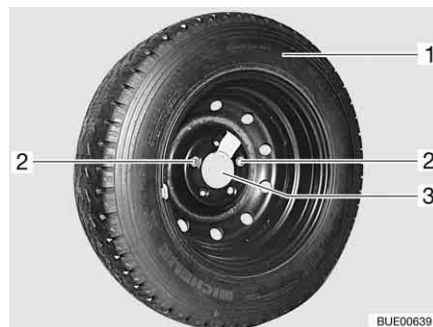

Fig. 283 Etrier de roue de secours dans le garage arrière
- Dévisser et retirer les deux vis de fixation (Fig. 283,2) avec les outils de bord.
- Retirer la roue de secours (Fig. 283,1) de l'étrier (Fig. 283,3).